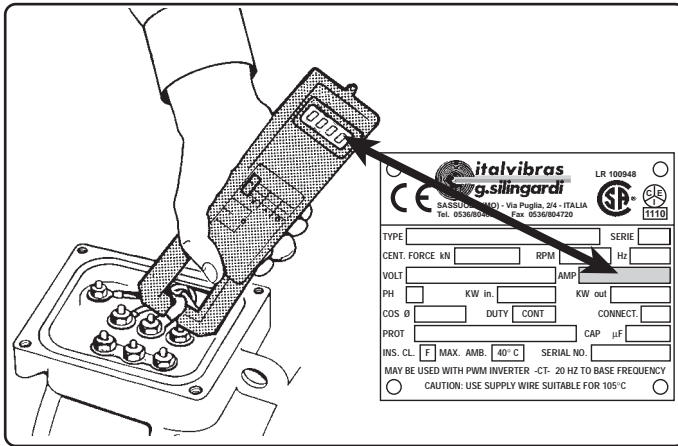

Fig. 19
Fig. 19 bis
- Verificare con pinza amperometrica (Fig. 19) su tutte le fasi, che la corrente assorbita non superi il valore di targa:
- Togliere il coperchio delle masse (solo per serie MTF)(Fig.19 bis).
- Use an amperometric clamp on all phases (Fig. 19) to check that the current draw does not exceed the data plate values:
- Remove the cover from the weights (for series MTF only)(Fig. 19 bis).
- Vérifier avec un ampèremètre à pince (Fig. 19) sur toutes les phases, que le courant absorbé ne dépasse pas les valeurs de plaque:
- Enlever le couvercle des masses (seulement pour la série MTF) (Fig. 19 bis).
- Mit einem Zangenstrommesser an allen Phasen (Abb. 19) prüfen, daß die Stromaufnahme den auf dem Typenschild angegebenen Wert nicht überschreitet.
- Den Massendeckel abnehmen (nur für Serie MTF) (Abb. 19 bis).
- Controlar con pinza amperimétrica (Fig. 19) en todas las fases, que la corriente absorbida no asupere el valor de placa:
- Quitar la tapa de las masas (sólo para serie MTF) (Fig. 19 bis).